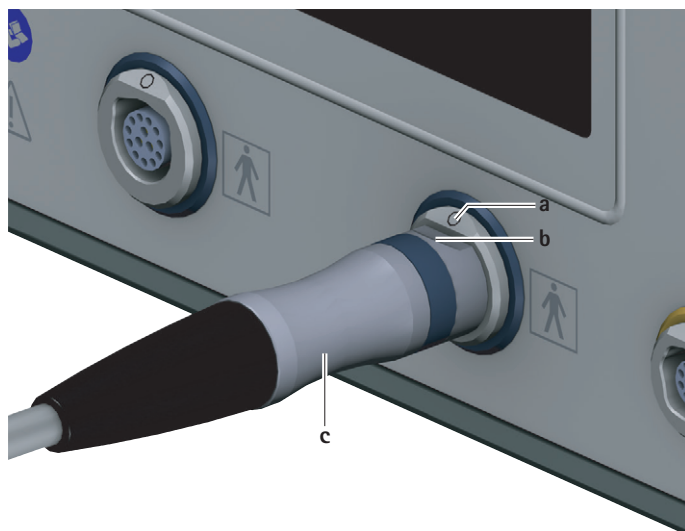

Fig. 3 Collegamento cavo motore
- Orientare il connettore per la centralina **c** sul cavo motore in modo che la marcatura **b** del connettore coincida con quella **a** presente sulla presa di collegamento dei motori **7**, vedere Fig. 3.
- Estrarre il connettore del cavo motore **c** dalla centralina **7**, vedere Fig. 3.